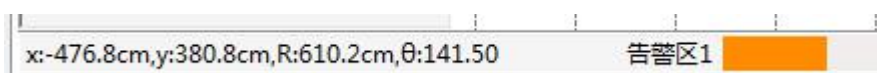

图 2.5.29 告警区 1 状态显示
- 点击图标编辑告警区 1 时，状态栏显示如下图 2.5.29。